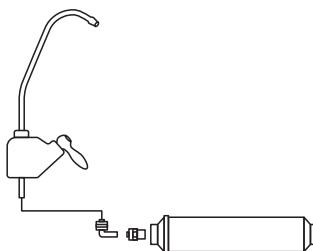

Рис. 37
- 5.9.7. Для модели FRO-5, FRO-5P шланг от крана очищенной воды подключите к постфильтру согласно схеме модели (В – подача очищенной воды в питьевой кран) (Рис. 37).